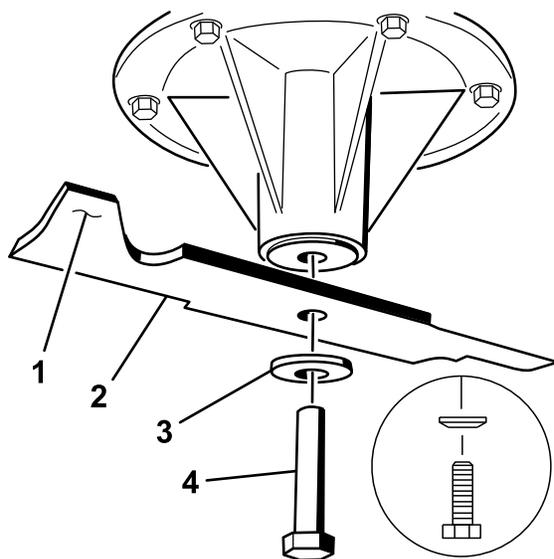

Figura 99
1. Montate la lama sull'asse del fusello (Figura 99).
2. Montate il disco elastico e il bullone della lama. Il cono del disco elastico deve essere rivolto in verso la testa del bullone (Figura 99). Serrate il bullone della lama a 115–150 Nm.